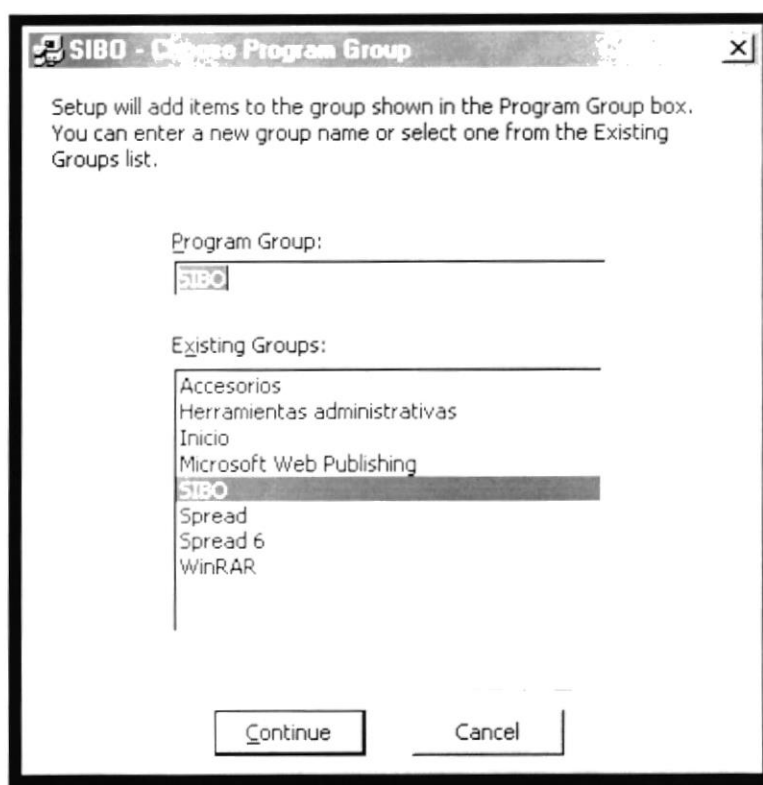
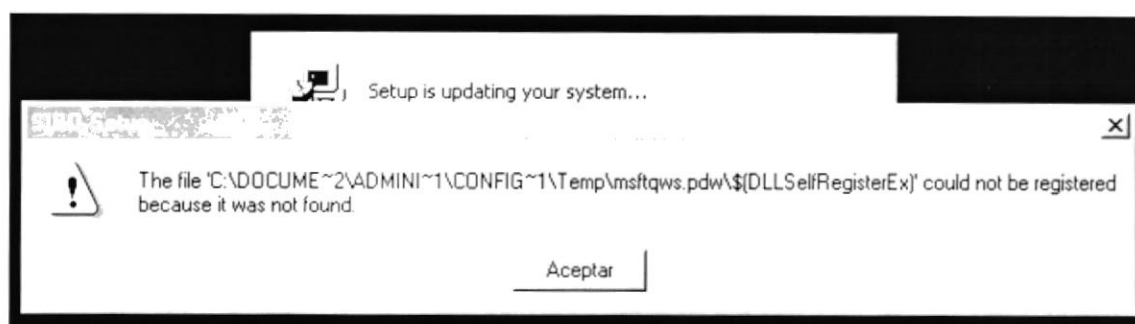

Figura 2.8 Archivos en Uso en el Momento de Instalar
Figura 2.9 Conflicto de Versiones en el Momento de Instalar
4. Acepte todas las pantallas que aparezcan o si es necesario de clic en Omitir para continuar con la instalación tal como se muestra en la Figura 2.8 y Figura 2.9.